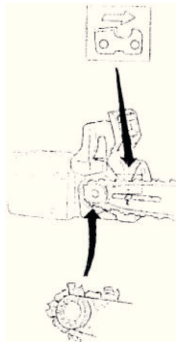

рис. 3
2. Наденьте шину на болт и сдвиньте ее назад до упора. Наденьте цепь на ведущую звездочку и заправьте ее в направляющий паз шины, начиная с верхней стороны шины. Убедитесь, что рабочие кромки режущих звеньев цепи на верхней стороне шины направлены вперед (**см. рис. 3**).